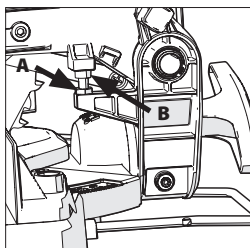

Abb. 12A + 12B
- Lösen Sie die Kontermutter an der Anschlagsschraube für die Abwärtsbewegung. (**Abb. 12A**)